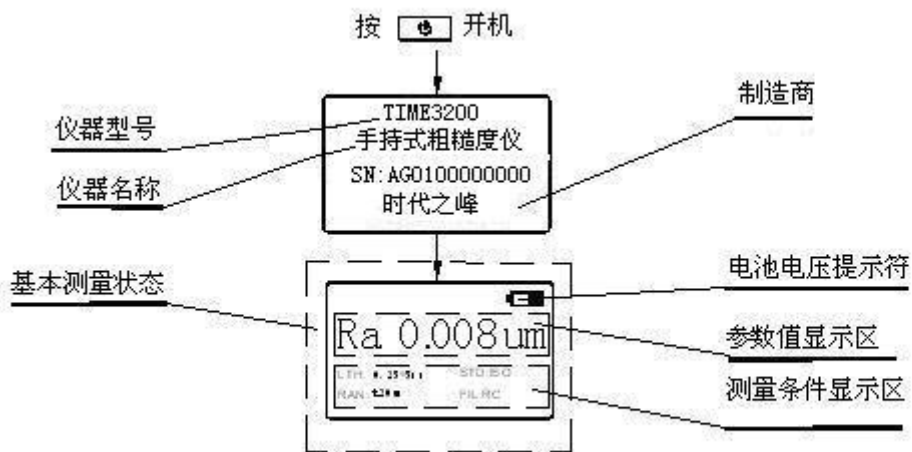

图 2-4 开机过程
按下电源键  松开后仪器开机，自动显示型号、名称及制造商信息，然后进入基本测量状态，如图 2-4 所示。
- 1、第一次开机进入基本测量状态中所显示的内容为本仪器的缺省设置，下次开机时将显示上次关机时所设置的内容，每次开机后均自动进入基本测量状态（如图 2-4 所示）。